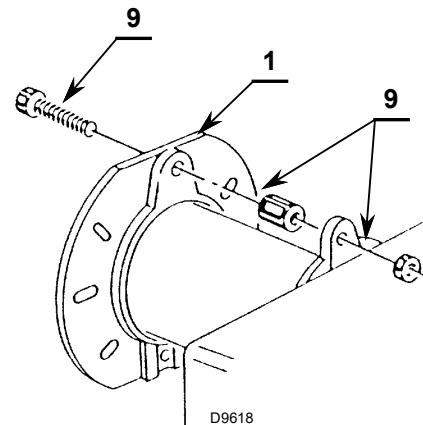

Abb. 9
- am Flansch 1) die Schraube und die beiden Muttern 9)(Abb. 9) einsetzen.